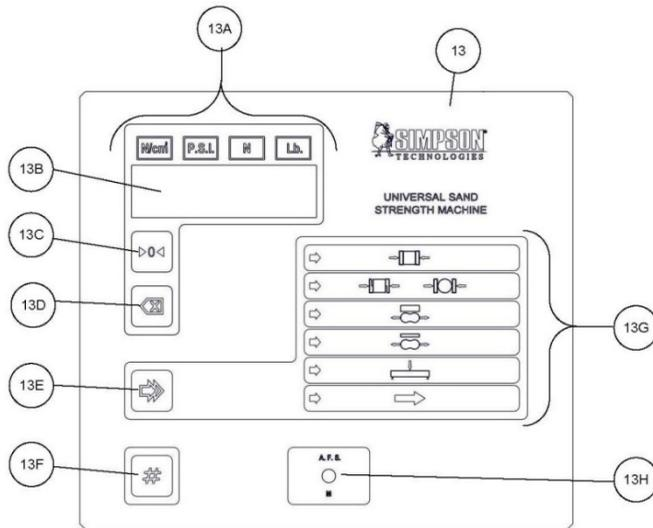

Figura 7.4: Panel Electrónico
6. Para cambiar de un registro al próximo, presione el botón "Comenzar" (Figura 7.4, Ítem 13F) y la pantalla digital avanzará al registro siguiente y a su correspondiente contenido.
7. Si el contenido de un registro es incorrecto, el mismo debe ser corregido. Para corregir el contenido de un registro, presione el botón "Blanquear Pantalla" (Figura 7.4, Ítem 13D) para subir el valor del contenido el botón "Selección de Prueba" (Figura 7.4, Ítem 13E) para reducir el valor. Después de pasar el registro 9, aparecerá el número 255 en la pantalla. Presione el botón "Comenzar" para volver al botón/mensaje "HELLO".
8. La función del botón "Reinicio" configura la máquina en los parámetros de fabricación. Para retornar a los parámetros de fabricación, cuando aparezca el mensaje "Reinicio" en la pantalla digital presione el botón "Comenzar" (Figura 7.4, Ítem 13F). Después de presionar el botón "Comenzar", mientras la pantalla digital muestra "Reinicio," todos los dígitos en la pantalla se iluminarán significando que la operación ha sido completada. Poco tiempo después, aparecerá nuevamente el mensaje "HELLO". Si se presiona cualquier tecla cuatro veces mientras se muestra este mensaje, reaparecerán sucesivamente los tres modos de Calibración. En este punto todos los parámetros han sido reiniciados a los valores originales del fabricante.